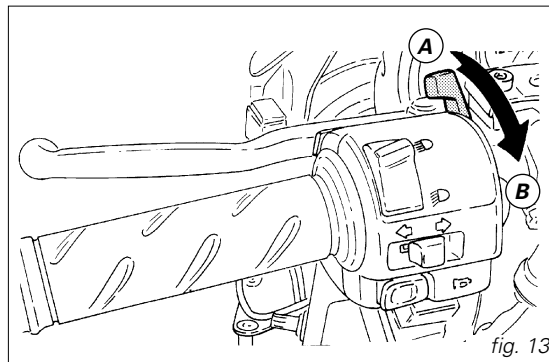

fig. 13
**Leva mando starter** (fig. 13)